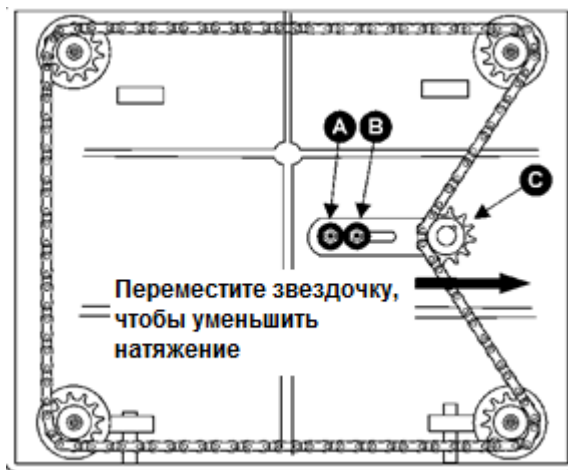

Рис. 22
5. Открутите болты, которыми станок прикручен к основанию. Осторожно переверните станок на боковую сторону, чтобы видеть нижнюю поверхность станка (см. Рис. 22).
6. Открутите болт (А, см. Рис. 22) и ослабьте болт (В, см. Рис. 22), которые позволят переместить регулируемую звездочку (С, см. Рис. 22) достаточно, чтобы ослабить натяжение цепи.
9. Когда все регулировки выставлены правильно, поместите цепь обратно на угловые звездочки, переместите звездочку (С, см. Рис. 22) обратно, чтобы натянуть цепь, затяните болт (В, см. Рис. 22), а также вкрутите и затяните болт (А, см. Рис. 22).